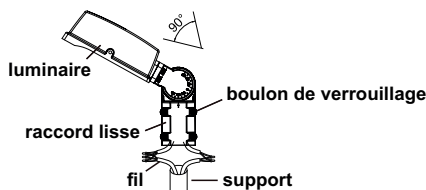

Fig. 11
- 3.) Desserrez la vis centrale du support de montage et ajustez l'angle désiré. Serrez la vis (**Fig. 11**).